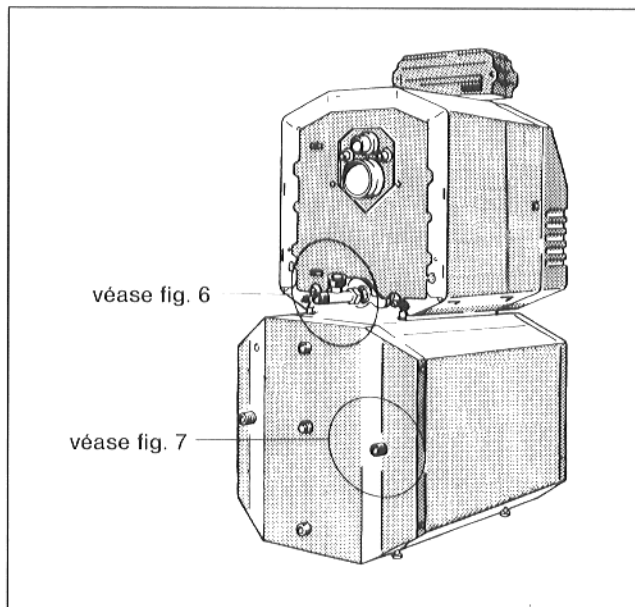
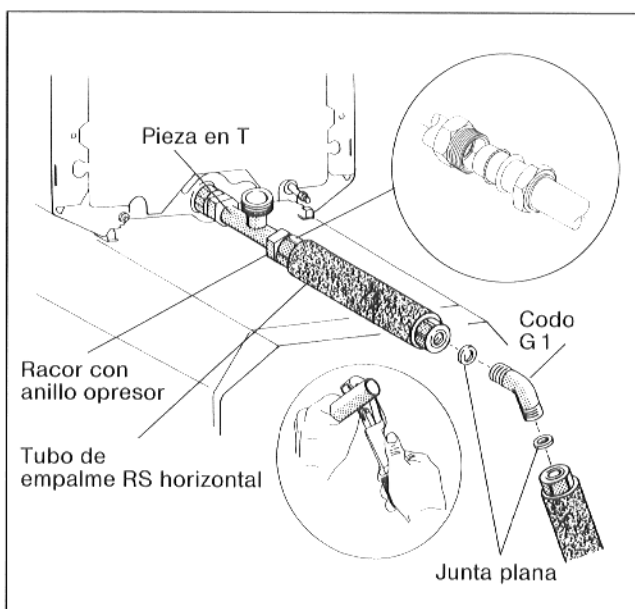

Fig. 5
Fig. 6
- Enroscar y apretar el racor con anillo opresor con la junta plana con la salida posterior de la pieza en T (incluida en el volumen de suministro de la caldera) (fig. 5 y fig. 6).
- Si necesario, cortar el tubo de empalme horizontal para el retorno del acumulador RS por la medida indicada en la tabla (fig. 6).
- Correr la tuerca de racor, el anillo opresor y el anillo tórico 26 x 3 sobre el tubo de empalme RS horizontal (cortado) e introducir el tubo de empalme en la base de racor. Enroscar y apretar la tuerca de racor con la base de racor (fig. 6).
- Colocar la junta plana en la tuerca de racor del tubo de empalme que se acaba de montar y enroscar el codo G1 con el tubo de empalme (fig. 6).
- Colocar la junta plana en la tuerca de racor en la rama larga del tubo de empalme RS acodado y enroscar con el codo (fig. 6).